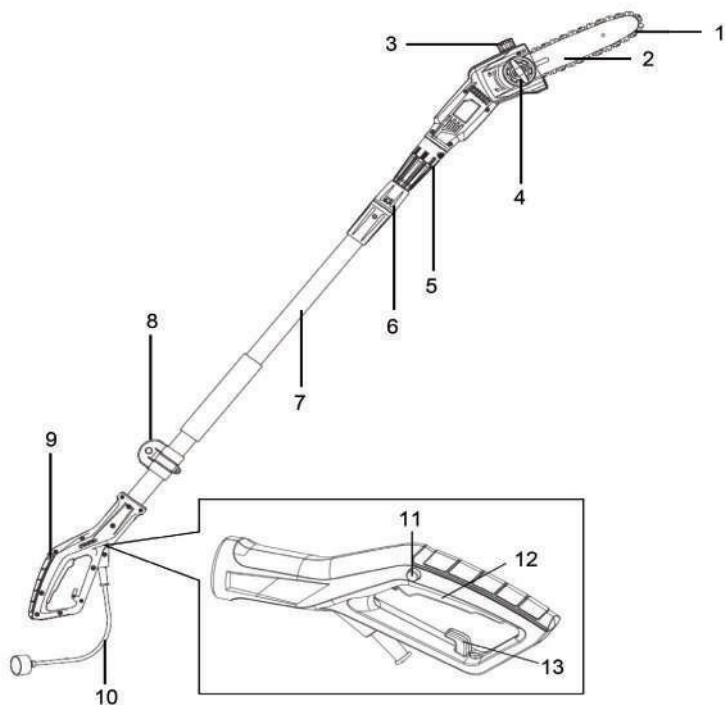

Рис. 3
- Запрещено работать, стоя на лестнице, если невозможно обеспечить устойчивость опоры (рис. 3).
- Запрещено пилить, если место распила сучьев, ветвей или ствола находится выше уровня плеч (рис. 3).